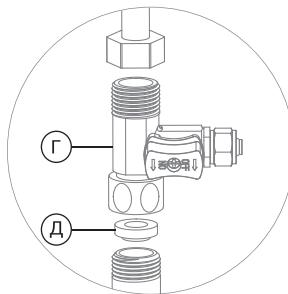

Рис. 6
8. Установите адаптер-вентиль (Г) между магистралью холодной воды и гибкой подводкой вашего смесителя. Уплотните соединение тройника-адаптера с магистралью при помощи поставляемого в комплекте уплотнительного кольца (Д) (рис. 6).